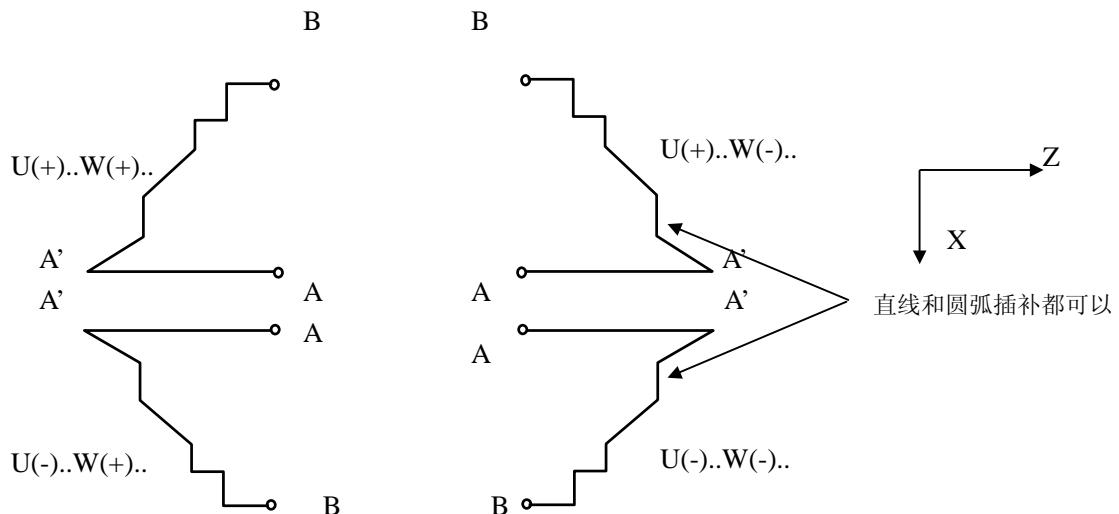

图 2-42 G72 代码轨迹的四种形状
- 根据切入方向的不同，G72代码轨迹有下述四种情况（图2-42），但无论哪种都是根据刀具平行X轴移动进行切削的， Δu 、 Δw 的符号如下图2-42。